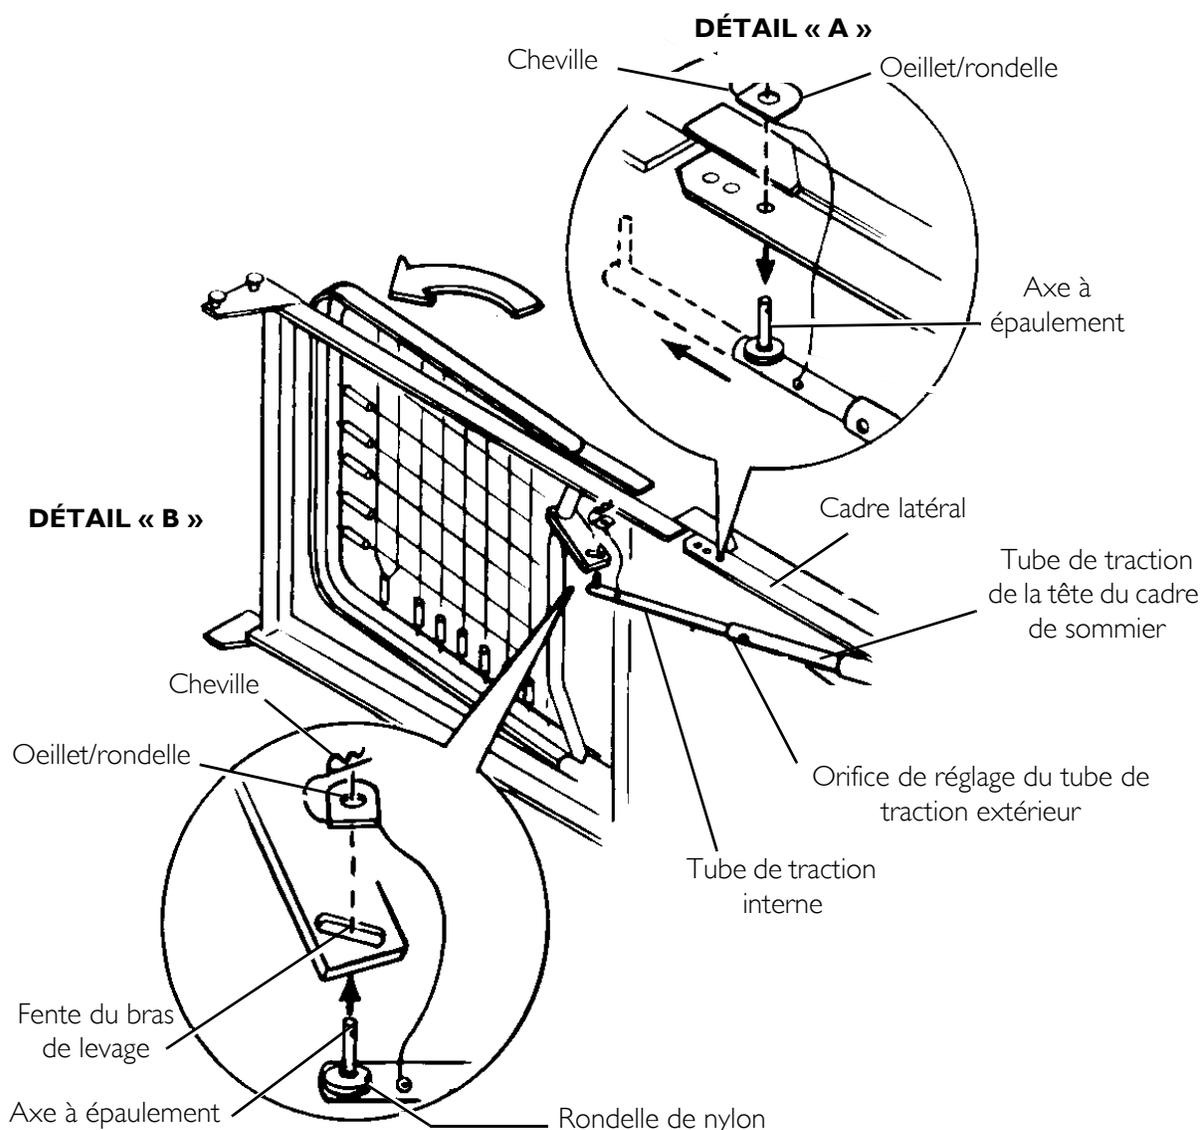

FIGURE 4.6 Réglage et raccordement du tube de traction de la section tête
REMARQUE : Pour cette procédure, se référer à la FIGURE 4.6, page 27.
1. Pour désaccoupler l'ensemble tête du tube de traction du cadre latéral du cadre de sommier tête, retirer la cheville, l'oeillet/rondelle de l'axe à épaulement. (Se référer à FIGURE 4.6, Détail « A ».)
3. Raccorder l'ensemble d'extrémité du tube de traction au bras de levage du cadre de sommier tête, de la façon suivante (Consulter FIGURE 4.6, « Détail B ») :